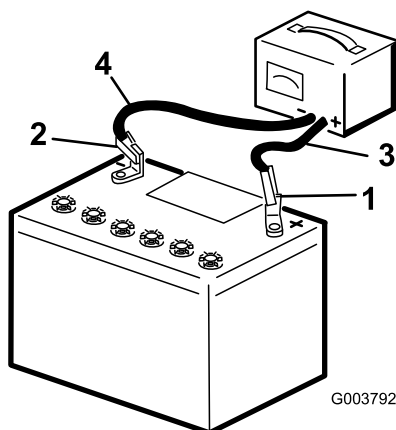

Figura 78
3. Collegate il cavo di ricarica positivo al polo positivo della batteria (Figura 78).
4. Collegate il cavo di ricarica negativo al polo negativo della batteria (Figura 78).
6. Quando la batteria è completamente carica, staccate il caricabatterie dalla presa elettrica e scollegate i cavi di ricarica dai poli della batteria (Figura 78).